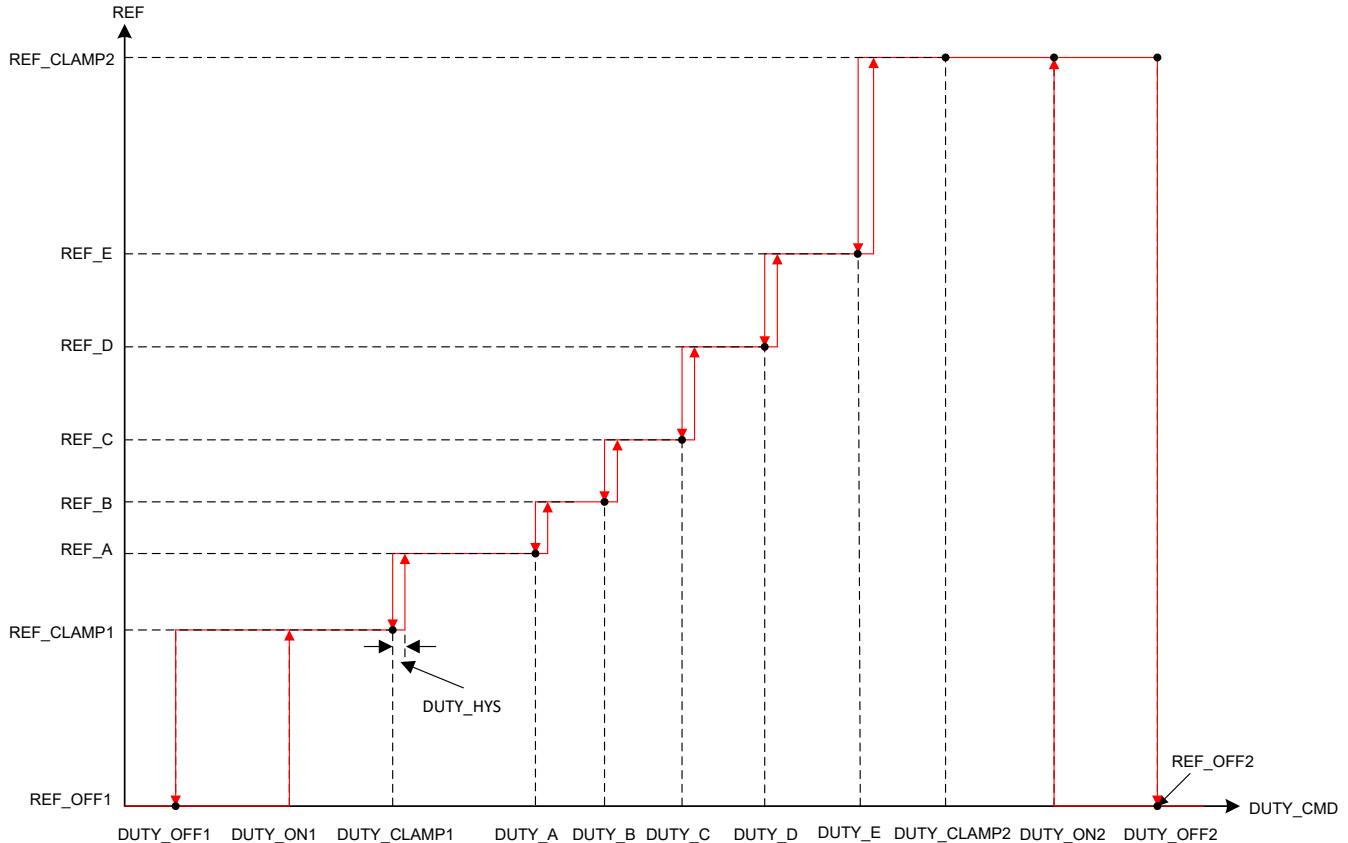

図 7-11. 階段制御プロファイル
- DUTY\_OFF1 と DUTY\_ON1 は、リファレンス制御入力 REF\_CLAMP1 および REF\_OFF1 間を遷移する際のヒステリシスを設定します (図 7-11 を参照)。
- DUTY\_A は、リファレンス REF\_A のデューティ・コマンドを設定します。このリファレンスは、DUTY\_CLAMP1 において REF\_CLAMP1 から REF\_A に階段的に変化します。DUTY\_A から DUTY\_E は、図 7-11 と同じ順序である必要があります。
- DUTY\_OFF2 と DUTY\_ON2 は、リファレンス制御入力 REF\_CLAMP2 および REF\_OFF2 間を遷移する際のヒステリシスを設定します (図 7-11 を参照)。